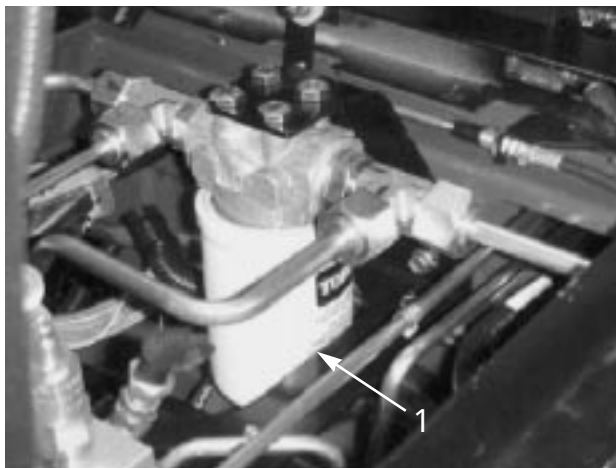

図 41
2. フィルタ（図41 & 42）の取り付け部周辺をきれいにふき、下に廃油受けを用意し、フィルタを外す。